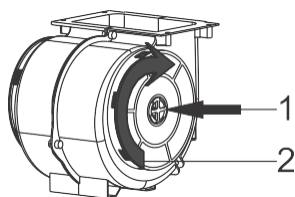

Fig. 6: FILTRO DE CARBÓN AF 100
- 1-Coloque el filtro de carbón en su carcasa. Fig. 6
- 2-Gire el filtro de carbón en el sentido de las agujas del reloj y asegúrese de que está completamente asentado. Fig. 6